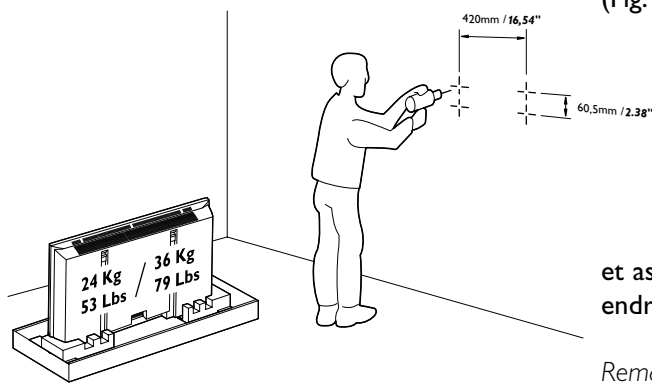

fig. 3
- 3 Retirez le support mural et forez les quatre trous en utilisant un foret à bois de 13/64". (fig. 3)